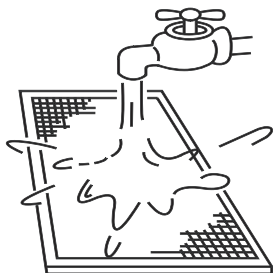

Рис. 5-14
- б. При промывке водой решетку следует располагать внутренней стороной вниз (см. рис. 5-14).